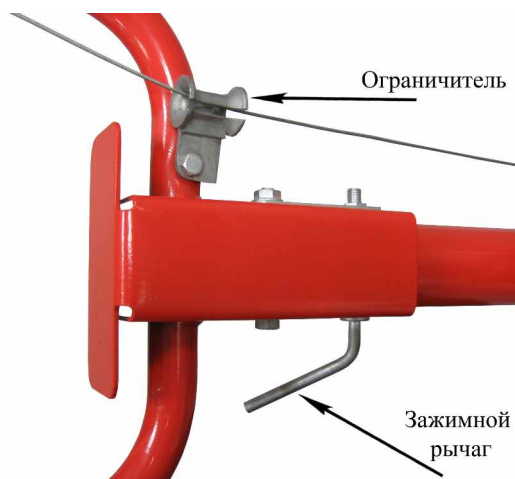

Рис. 6.
2. Установить тросик сцепления в прорезь ограничителя. См. Рис. 6.
- Ослабить крепление рукоятки управления, отвернув зажимной рычаг. См. Рис. 6.